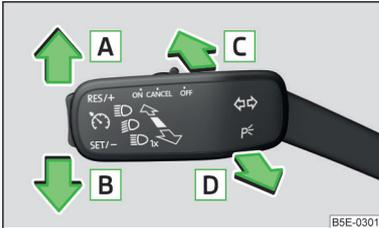

Abb. 51
- Den Blinker- und Fernlichthebel (» Abb. 51 auf Seite 76) zum Lenkrad ziehen, nach unten schieben und in dieser Stellung halten.
Bedienungshebelstellungen » Abb. 51